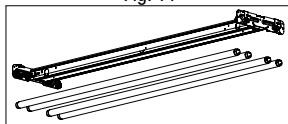

Fig. 11
12. Pour installer les tubes, insérez les broches de l'une des extrémités du tube dans l'une des douilles. Insérez l'autre extrémité du tube dans la douille opposée. Faites pivoter le tube d'un quart de tour dans un sens ou dans l'autre jusqu'à ce qu'il soit en place. N'exercez pas une pression excessive lorsque vous manipulez les tubes (Fig. 11).